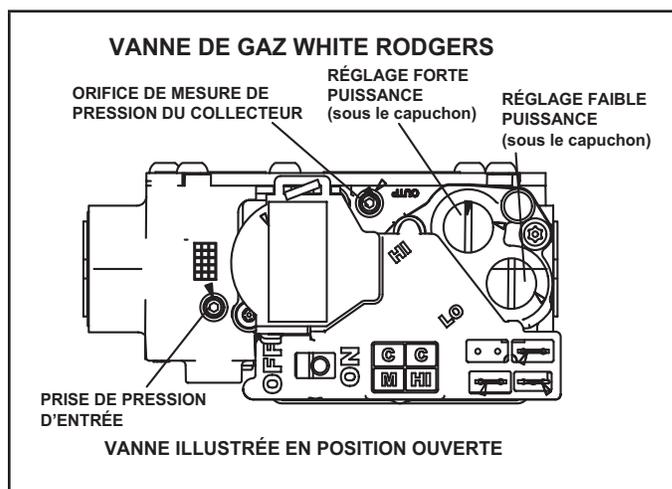

FIGURE 65
### Fonctionnement de la vanne de gaz (FIGURE 65)
- 6 - Mettez le contacteur de la vanne de gaz sur «OFF». Reportez-vous à la FIGURE 65.
- 8 - Mettez le contacteur de la vanne de gaz sur «ON». Reportez-vous à la FIGURE 65.
Une connexion située sur la vanne de gaz permet d'accéder à la pression d'alimentation. Reportez-vous à la FIGURE 65. Dévissez la vis à tête hexagonale de 3/32 d'un tour, branchez un tube de 5/16 po et branchez un manomètre pour mesurer la pression d'alimentation. Reportez-vous au TABLEAU 33 pour la pression de la conduite d'alimentation.
Une connexion située sur la vanne de gaz permet d'accéder à la pression du collecteur. Reportez-vous à la FIGURE 65. Dévissez la vis à tête hexagonale de 3/32 d'un tour, branchez un tube de 5/16 po et branchez un manomètre pour mesurer la pression du collecteur.
- 5 - Au besoin, faites les ajustements nécessaires. La FIGURE 65 indique l'emplacement des vis de réglage des puissances mini et maxi.